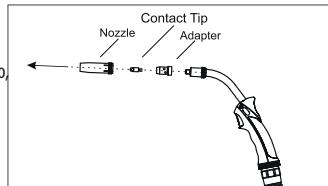

Figura 8: Remover O Bico, A Peça De Contacto E O Adaptador
- Para substituir a bicha, remova o bico, a peça de contacto e o adaptador (Figura 8).